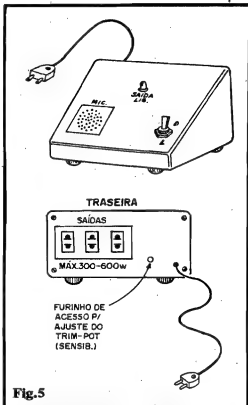

Fig.5
- FIG. 5 - ACABAMENTO DA MAU - Embora não obviamente obrigatório, o "jeitão" que sugerimos na figura, para o encaixamento e acabamento da MAU nos parece um dos mais elegantes e práticos... Um container plástico, resistente, é recomendado por razões de isolamento... Na sua parte frontal podem ficar a cápsula de microfone, o LED monitor e a chave geral "liga-desliga"... Na traseira instala-se a barra de três tomadas C.A. de saída, o ilhós para passagem do "rabicho" e, eventualmente, faz-se um furinho estrategicamente posicionado para acessar facilmente o knob do potenciômetro de ajuste de sensibi-